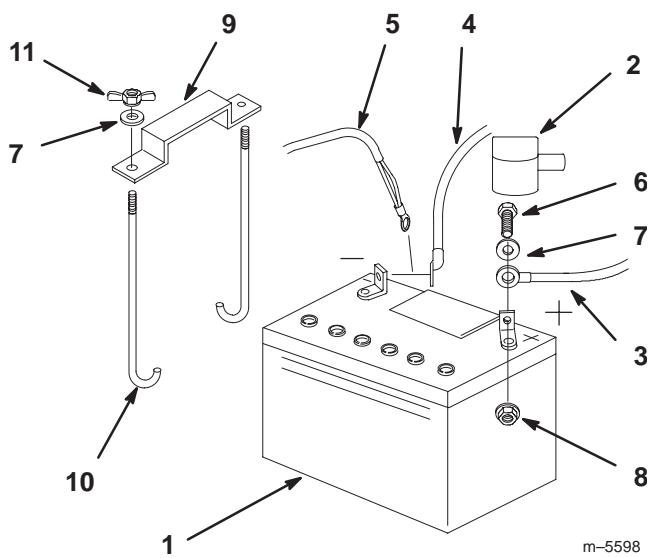

Figure 56
1. Placez la batterie dans son support en tournant les bornes vers le moteur (Fig. 56).
4. Fixez les câbles à l'aide de 2 boulons (1/4 x 3/4"), 2 rondelles (1/4") et 2 contre-écrous (1/4") (Fig. 56).
6. Fixez la batterie en position avec des boulons en J, une barrette de maintien et 2 rondelles (1/4"), ainsi que 2 écrous papillons (1/4") (Fig. 56).
3. Débranchez d'abord le câble négatif et le câble de masse de la borne négative (-) de la batterie (Fig. 56).
4. Ôtez le capuchon rouge de la borne positive (rouge) de la batterie. Retirez ensuite le câble positif (rouge) de la batterie (Fig. 56).
5. Retirez les deux écrous papillons (1/4") de fixation de la barrette de maintien de la batterie (Fig. 56).